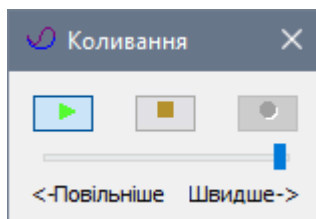

Рис. 4.33. Діалогове вікно Коливання
- В діалоговому вікні **Коливання** (рис. 4.33) натисніть на кнопку  – **Відтворити анімацію**.